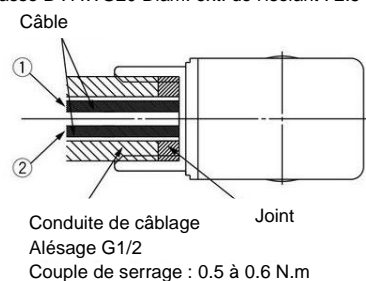

Figure 4. Câblage de la conduite
- Les connexions internes sont indiquées dans la figure 4. Effectuez les connexions à l'alimentation électrique en conséquence.